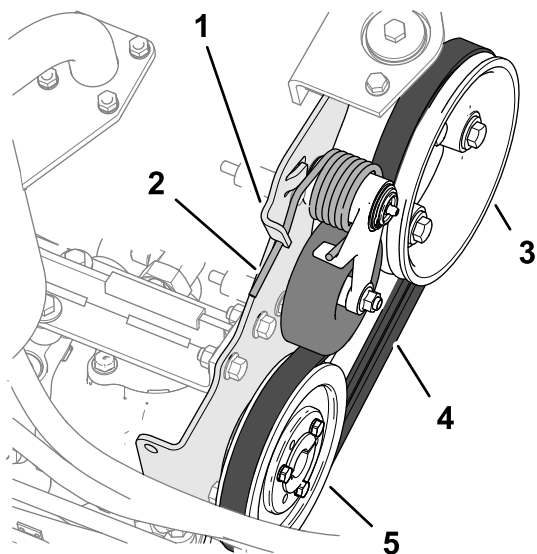

Figura 88
2. Spingete l'estremità della molla tendicinghia verso il basso e fuori dall'ugello nella linguetta di montaggio della pompa, e spostate l'estremità della molla in avanti (Figura 88).